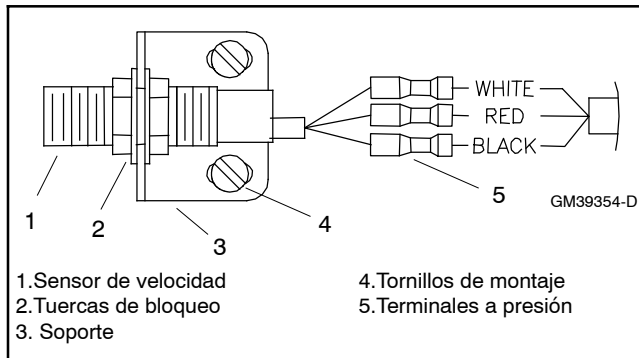
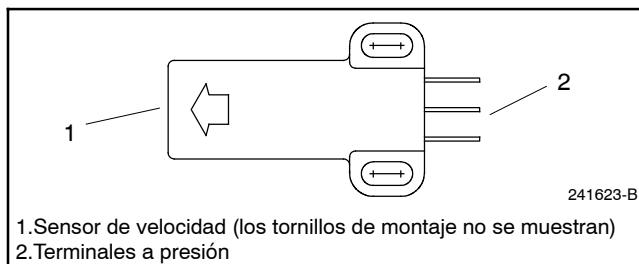

Figura 8-48 Sensor de velocidad GM30120
Figura 8-49 Sensor de velocidad 241623 (Kit 241927)
Los sensores de velocidad GM30120, 241623, y 241927 ya no son disponibles como las piezas de servicio; ver la Figura 8-48 y la Figura 8-49. Las instrucciones del kit de servicio GM70486 ofrecen los medios para instalar un sensor de velocidad de repuesto para el sensor de velocidad discontinuada. El kit de servicio trabaja para ambos generadores de imán permanente (PMG) (FR™ II) y los modelos de devanado de campo (FR™ III).
- d. Desconectar el cableado del sensor de velocidad en los tres terminales a presión. Consultar la Figura 8-48 o la Figura 8-49.